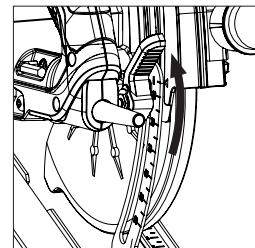

Fig. 10
- Afloje el mecanismo de bloqueo del ajuste de profundidad tirando de la palanca de funcionamiento hacia arriba. (**Fig. 10**) (CCSL mostrado. Todos los demás modelos son similares).